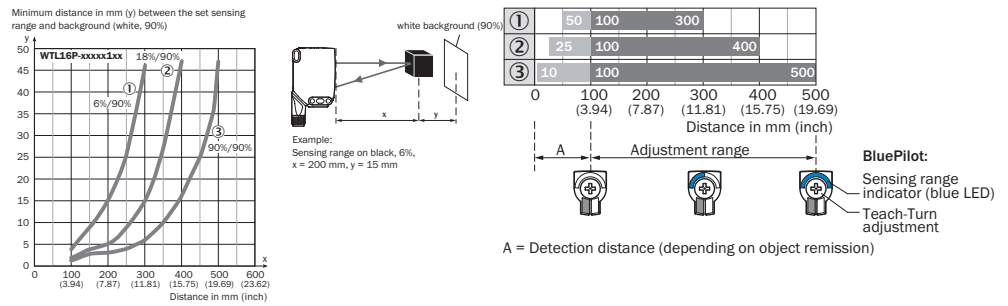
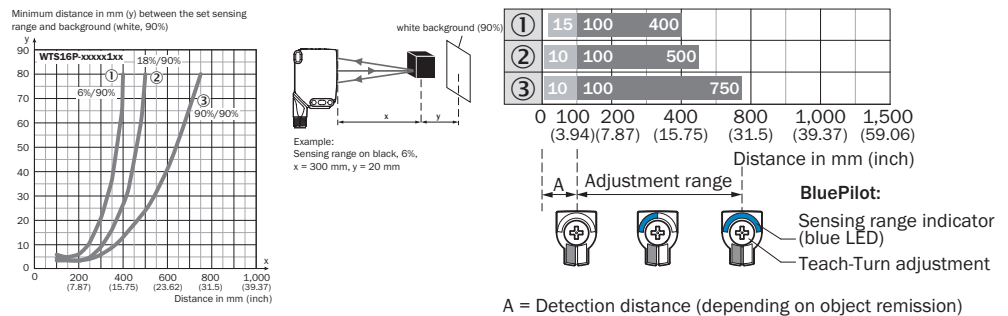

Figura 48: Curva característica 1, WTL16 Blue-tooth®-xxxxx1xx, luz vermelha
Figura 49: Curva característica 1, WTS16 Blue-tooth®-xxxxx1xx, luz vermelha
Verificar as condições de uso: equiparar a distância de comutação e distância até o objeto ou plano de fundo, bem como a refletividade do objeto, com o respectivo diagrama [ver figura 48 e figura 49] (x = distância de comutação, y = distância mínima entre a distância de comutação ajustada e o plano de fundo (branco 90%)). Luminescência: 6% = preto ①, 18% = cinza ②, 90% = branco ③ (com base no padrão branco da norma DIN 5033). Recomendamos efetuar o ajuste com um objeto de baixa luminescência.
A distância mínima (= y) para a supressão de fundo pode ser determinada com base no diagrama [figura 48 ①] como a seguir: